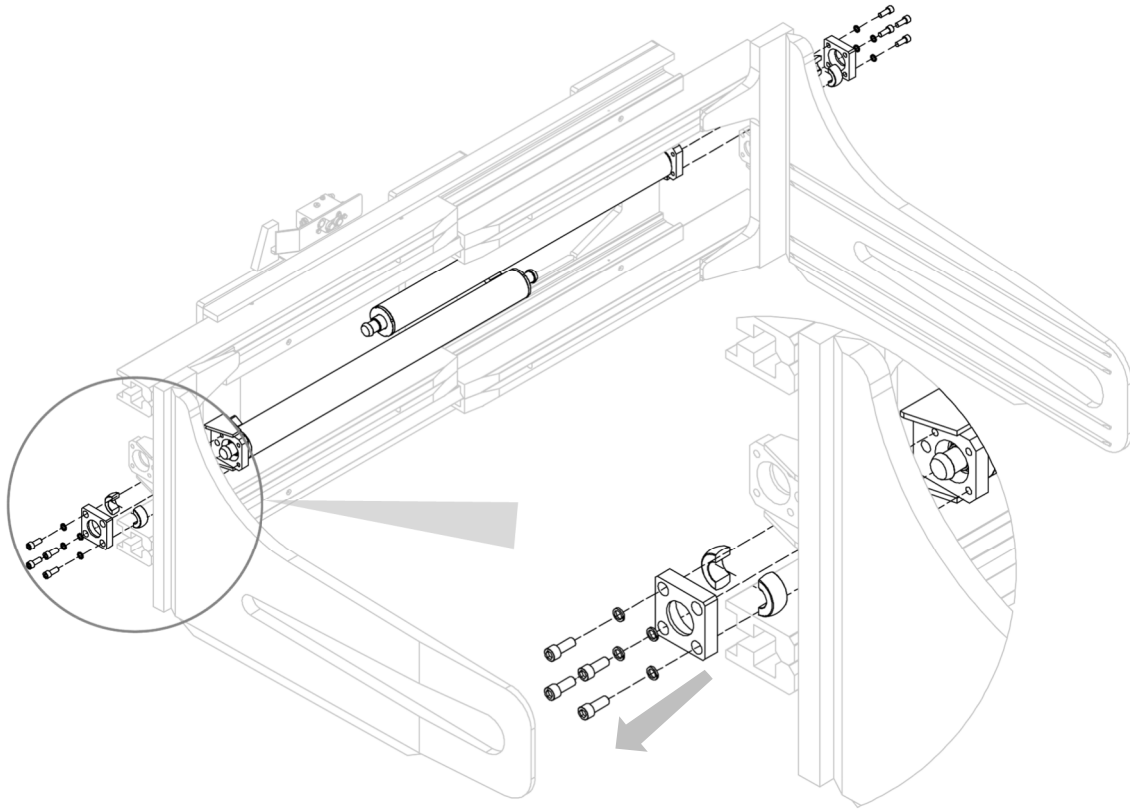

Figure 22
7. Retirer les contre-bridés et les colliers qui relient les vérins à la structure de l'équipement ; une fois cela fait, retirer les vérins en veillant à ne pas les endommager (voir *Figure 22*).